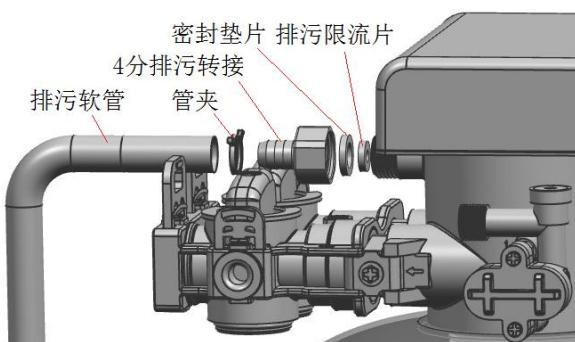
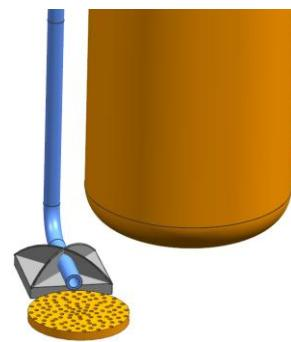

图 1-4A
图 1-4B
⑤ 安装排水管路（如图 1-4A 和图 1-4B 所示）
- 将排水软管的下端如图 1-4B 所示固定好。
- 绝对不能把排水软管与下水道相连，须在二者之间留有一定的空隙，以防污水被虹吸到水处理器中，如图 1-4B 所示。如需将排出的污水作它用，可用相